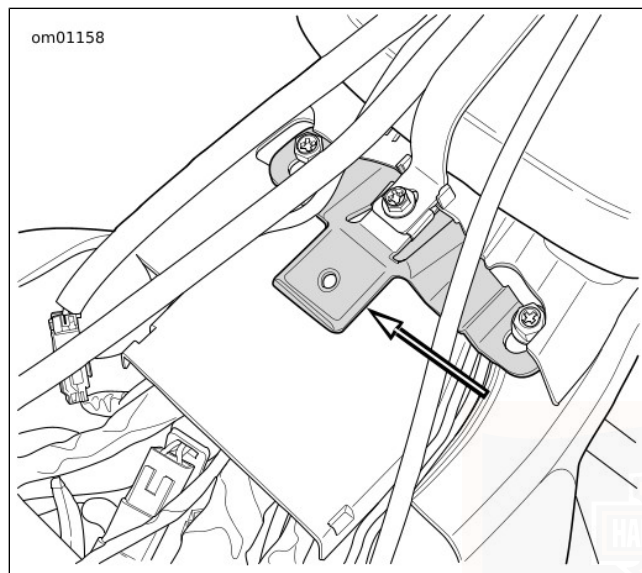

Figura 81. Linguetta della sella
8. Vedere Figura 81. Spingendo la sella in avanti, sollevarne la parte posteriore fin quando la staffa non fuoriesca dal Tour-Pak (se in dotazione). Spingere leggermente indietro la sella in modo da liberare la linguetta dalla fessura presente nella sella.
3. Vedere Figura 81. Con una mano sollevare di circa 76,2 mm (3 in) la parte posteriore della sella e con l'altra mano spingere con forza in basso e all'indietro, fin quando la linguetta non aggancia la sella.